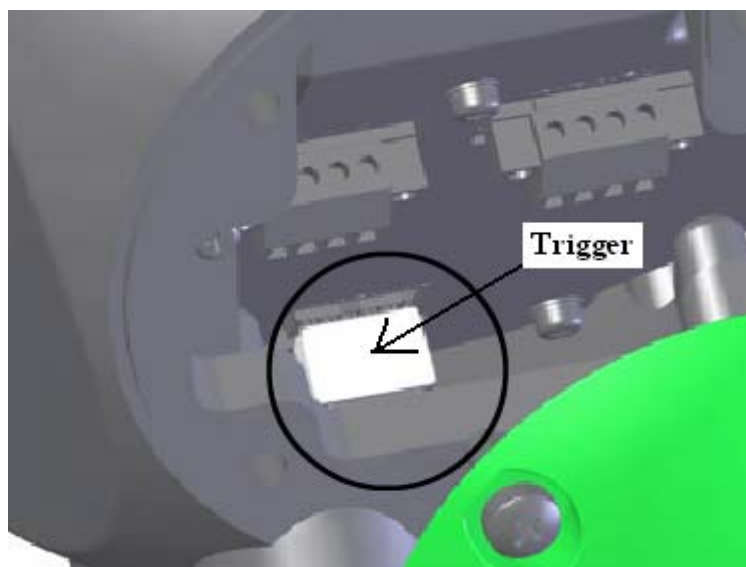

Figure 14 Connecteur blanc
4. Tirez doucement sur la carte électronique de 2 cm de la tête du scanner et débranchez le connecteur blanc, situé à l'arrière de la carte électronique, à partir de la face arrière de la tête du scanner (ce câble connecte la carte électronique aux transducteurs et à la thermistance). Pour libérer le connecteur blanc, poussez puis tirez doucement sur le déclencheur du connecteur blanc (voir *Figure 14*).